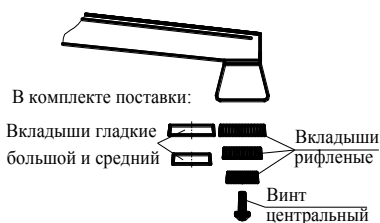

Рис.3 Комплектность вкладышей для излива
8.2 Проточный водонагреватель комплектуется изливом или душевой насадкой со сменными вкладышами – рассекателями струи, которые по желанию потребителя можно менять, отвернув центральный винт (рис.3). Максимально можно установить 3 рифленных вкладыша, что будет соответствовать большой струе воды и меньшей температуре воды на выходе. Для рассеивания малой струи воды при большей температуре необходимо установить малый рифленный вкладыш.